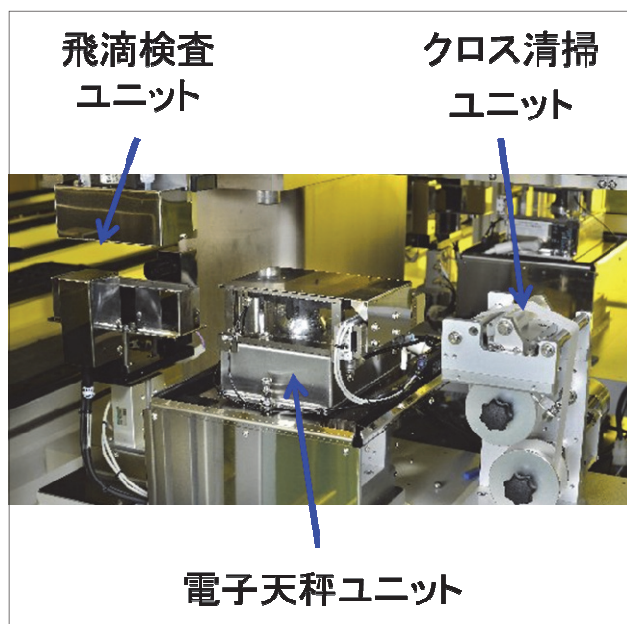

図9 塗布安定化ユニット
(2) 極微量・高精度・平坦化塗布技術を長期間安定して維持するためには、塗布ヘッド先端部分を清掃するクロス清掃ユニット、液晶材料の滴下量を精密に計量する電子天秤ユニット、液晶材料の滴下抜け(未射出)検証用飛滴検査ユニットで構成している(図9)。